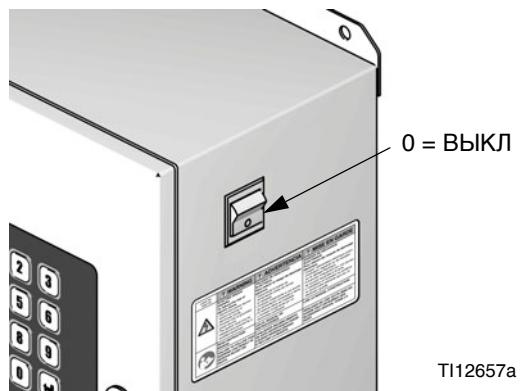

Рис. 14. Выключение питания
- Выключите питание системы ProMix 2KS (приведите выключатель в положение 0). Рис. 14.